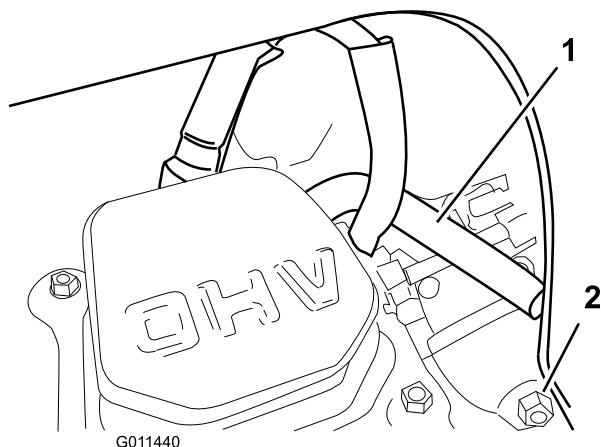

**Figure 36**
11. Réglez l'écartement des électrodes à 0,76 mm (0,030 po) (Figure 36).